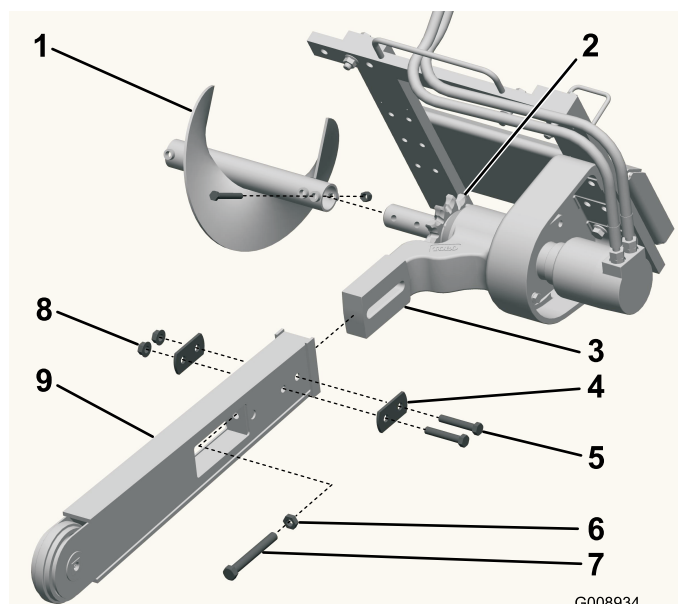

Figura 3
3. Rimuovete il bullone e il dado che fissano le lame della coclea e rimuovete la coclea (Figura 3).
4. Togliete i due bulloni, i dadi e le rondelle doppie montate sulla parte laterale della barra (Figura 3).
5. Allentate il dado di regolazione e il controdado (Figura 3).